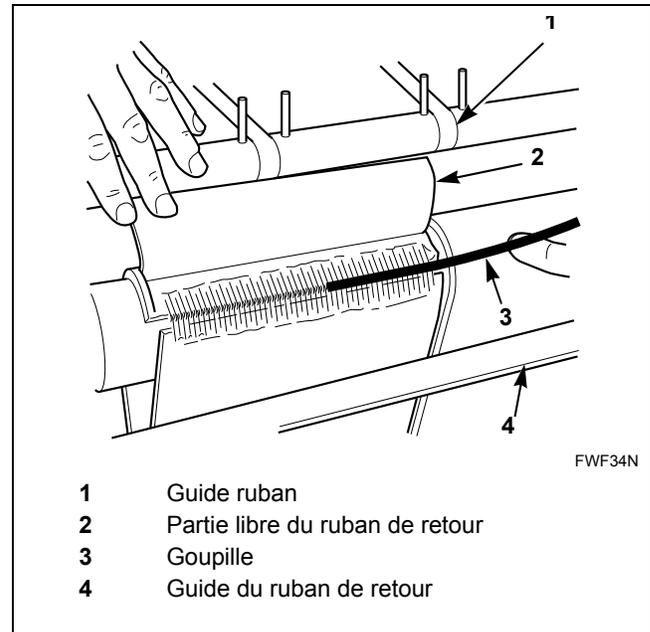

Figure 35
6. Retirer la goupille des dents du ruban de retour. Se reporter à la Figure 35.